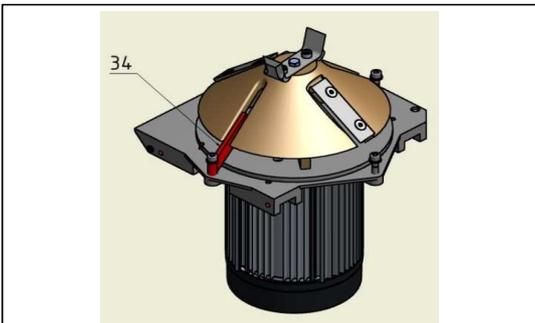

Bild 7: Kegelpfopf-Stopp (Zusatzausrüstung)
2. Zum Arretieren des Kegelpfopfes den Kegelpfopf-Stopp (Bild 7, [34]) fest an den Motorflansch anschrauben.